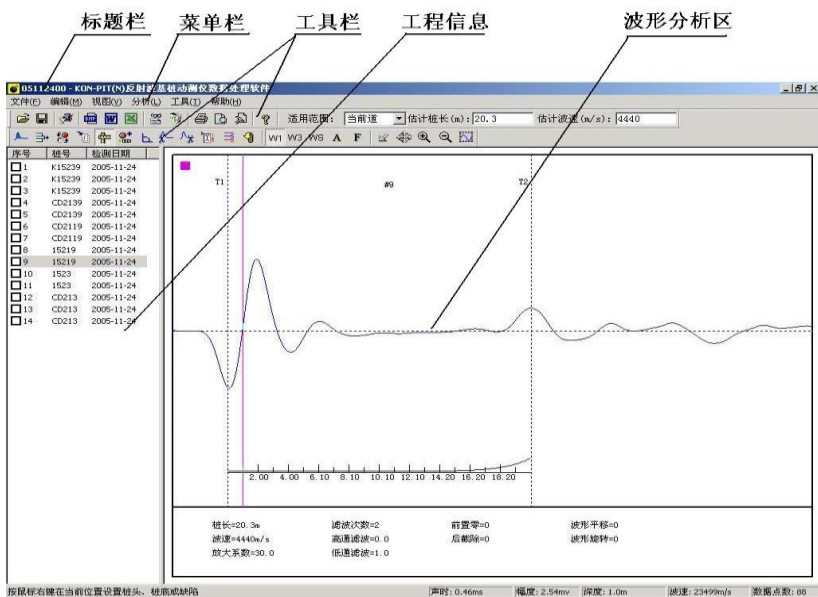
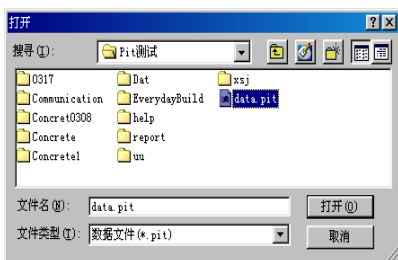

图 1-1 总体界面
图 1-5 打开文件对话框
本软件界面主要由以下五部分组成，如图 1-1 所示：**标题栏**、**菜单栏**、**工具栏**、**工程信息**、**波形分析区**。
2、**菜单栏**由 6 个下拉菜单项——**文件**、**编辑**、**视图**、**分析**、**工具**及**帮助**组成，如图 1-1 所示。单击每个菜单项都会出现下拉菜单，各对应一组功能。这 6 个菜单项的子菜单项包含了本软件的大部分功能。当某些菜单呈置灰状态时表示当前状态下该功能无效。
5、**波形分析区**用于显示基桩检测所得的分析后的波形（如图 1-1 所示），在此区内可用鼠标和键盘的**←**、**→**键相结合设置桩头、桩底、设置或删除缺陷等，详细信息可以参考后面的波形分析部分。
图 1-5 是 Windows 标准的打开文件对话框，从**搜寻**中选取要打开文件所在的文件夹，从**文件类型**框中选取要打开文件类型，在**文件名**框中输入文件名或从文件列表框中选取要打开的文件，然后按**打开**按钮，将文件打开。打开文件后，在**工程信息**窗口显示文件中所有波形的**序号**、**桩号**、**检测日期**信息，波形分析区中显示所选中的波形，如图 1-1 所示。